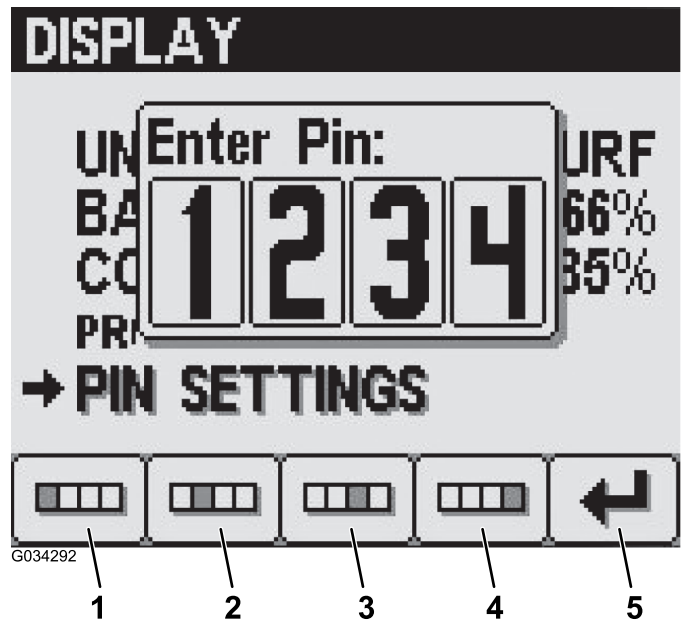

Figure 24
6. Appuyez sur le bouton 5 pour enregistrer le réglage, quitter l'écran MENUS PROTÉGÉS et retourner à l'écran AFFICHAGE (Figure 24).
3. Appuyez sur les boutons 1 à 4 pour entrer votre code PIN. Appuyez sur le bouton 5 quand vous avez terminé (Figure 24).
4. Dans l'écran de saisie de l'ancien code PIN, appuyez sur les boutons 1 à 4 pour saisir votre ancien code PIN, puis appuyez sur le bouton 5 quand vous avez terminé (Figure 24).